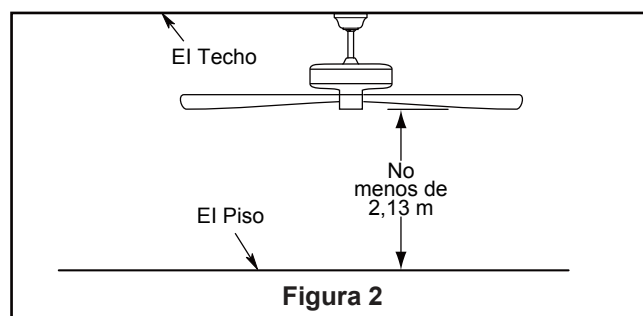

Figura 2
### Uso de perfil profundo (Figura 2)
2. Coloque las palas a través de las ranuras en la cubierta del motor y fije la unidad del motor usando los tornillo de cabeza dentada #8-32 y las arandelas de plana. Asegúrese de que los tornillos fijan adecuadamente las palas al centro del motor estando éstas colocadas correctamente. (Figura 2)
2. Retire el clip de horquilla y pasador de horquilla de la parte inferior de la bola para colgar. Retener el pasador y clip para la reinstalación en el paso 4. (Figura 2)
Debe colgar el ventilador a una distancia mínima de 2,13 m desde las aspas hasta el piso. (Figura 2)
Para evitar una posible descarga eléctrica, asegúrese de cortar la alimentación eléctrica de la caja de fusibles principal antes de alambrado el ventilador. (Figura 2)
- 2. Coloque y ajuste firmemente la cubierta para el tornillo de la base sobre los tornillos de reborde de la abrazadera para colgar mediante el mecanismo de seguro por giro del chavetero. (Figura 2)
- 2.** Retire uno de los tres tornillos en el ensamble de la placa de iluminación y guárdelos para después. Afloje ligeramente los dos tornillos restantes. (Figura 2)
2. Restablezca la fuente de alimentación de la toma de corriente encendiendo la electricidad del fusible principal. (Figura 2)